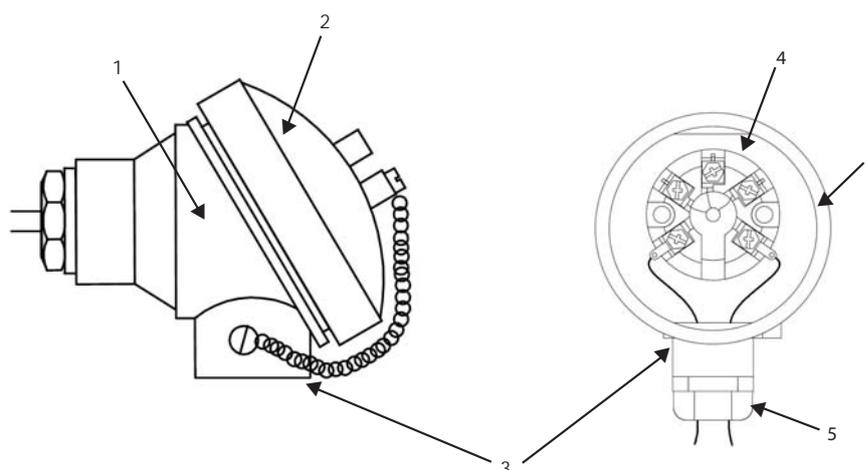

Рис. 19 Корпус датчика температуры
- a. Кабель датчика температуры подключается через клеммный блок (4). Для доступа снимите крышку корпуса контактов (2) (см. Рис. 19).